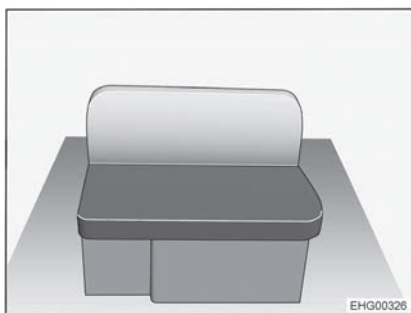

Fig. 38 Divano, destra
- Rimuovere il cuscino del divano e quello dello schienale dal divano (Fig. 38).